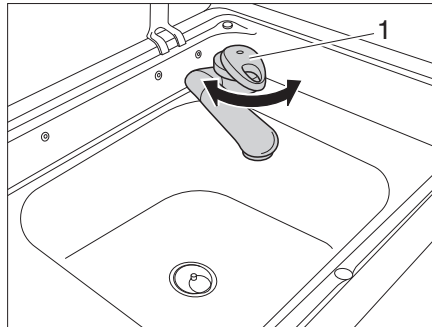

Bild 53 Spülbecken mit Wasserhahn
Das Fahrzeug ist mit einem eingebauten Wasserkanister ausgestattet. Eine elektrische Wasserpumpe pumpt das Wasser an den Wasserhahn (Bild 53,1). Durch Öffnen des Wasserhahns schaltet sich die Wasserpumpe automatisch ein und pumpt Wasser zur Entnahmestelle.
- Wasserhahn (Bild 53,1) drehen.
- Wasserhahn (Bild 53,1) zurück drehen.